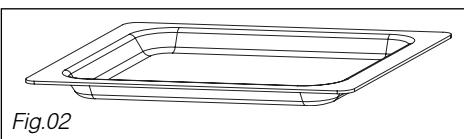

Fig.02
• **De glazen braadslee** (Fig.02): U kunt het voor de helft met water vullen om een gerecht au bain-marie te bereiden met de hete lucht functie. U kunt het ook als bakplaat gebruiken.